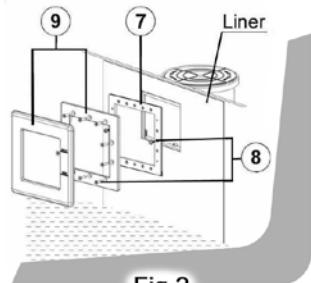

Fig.2
4.1.1. PREFIJACIÓN DE LA BOQUILLA DE RETORNO DEL SKIMMER DE MOCHILA (Fig.2)
Introducir el anillo de fricción y una de las juntas (Fig. 2), en la boquilla de retorno.
Desde el exterior de la piscina introducir la otra junta (Fig. 2) a la parte roscada de la boquilla de retorno que se asoma.
Roscar la boquilla de retorno firmemente contra el cuerpo del Skimmer de mochila mediante la ayuda de la llave (Nº 13 Fig. 2).
Introducir la junta tórica (Fig. 2) en el tapón de invernaje (Nº14 Fig. 2) y roscar este a la boquilla de retorno desde el interior de la piscina, con ayuda de la llave (Nº13 Fig. 2). Desmontar el cartucho, secarlo y guardararlo.